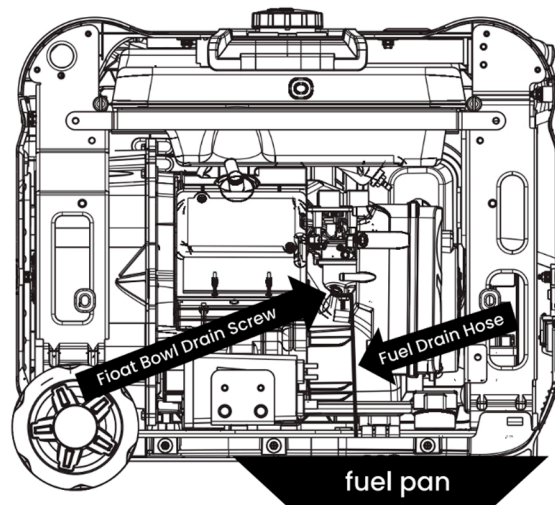

Рисунок 13: Паливний відливний шланг.
2. Знайдіть прозорий пластиковий шланг від поплавка, що виходить знизу генератора, і розмістіть під ним відповідний контейнер для збору виливного палива. (див Рисунок13).